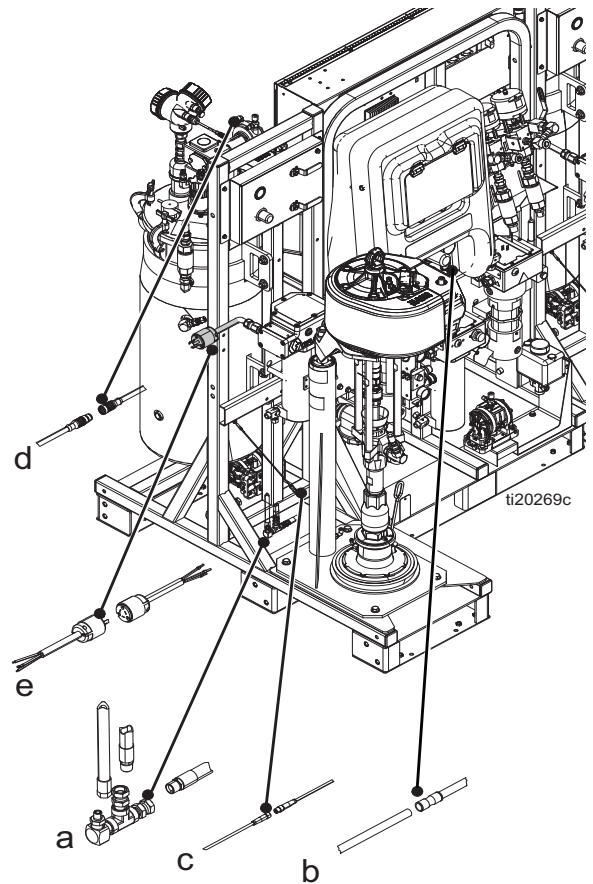

图 15
- a. 将红色 1/2 英寸空气软管连接到旋转活接头。参见‘a’（图 15）。
- b. 将 1/4 英寸外径空气信号管到有管接头的管。这是进料泵导向信号。参见‘b’（图 15）。
- c. 将带有 M8 接头的小电缆连接到配套的 M8 接头上。参见‘c’（图 15）。
- d. 将带有 M12 接头的小电缆连接到配套的 M12 接头上。这是液位传感器连接。参见‘d’（图 15）。